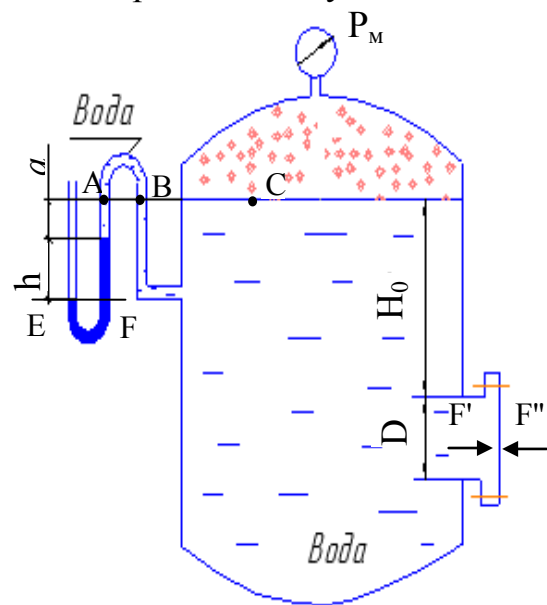

Рисунок 4.3
**4.1.3** Визначити силу тиску рідини (води) на кришку люка (див. рис. 4.3) з діаметром  $D = 1200$  мм, що занурена на глибину  $H_0 = 1,7$  м у таких двох випадках: